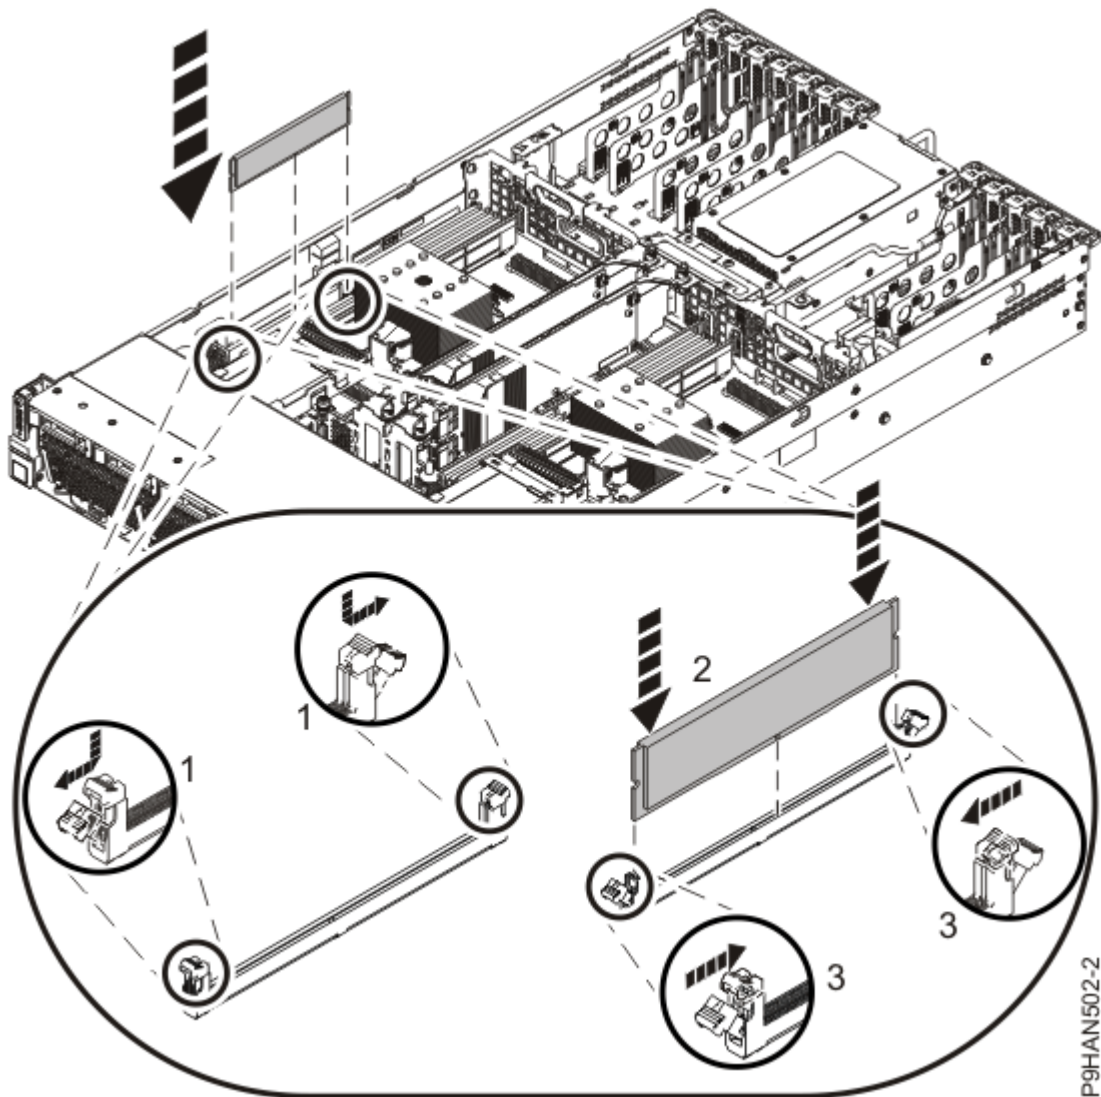

Abbildung 9. Speichermodul installieren
6. Stellen Sie sicher, dass die Sperrungen des Speichermoduls geöffnet sind. Drücken Sie das Speichermodul langsam gerade nach unten fest in den Steckplatz, bis die Sperrungen einrasten. Siehe Abbildung 9 auf Seite 15.